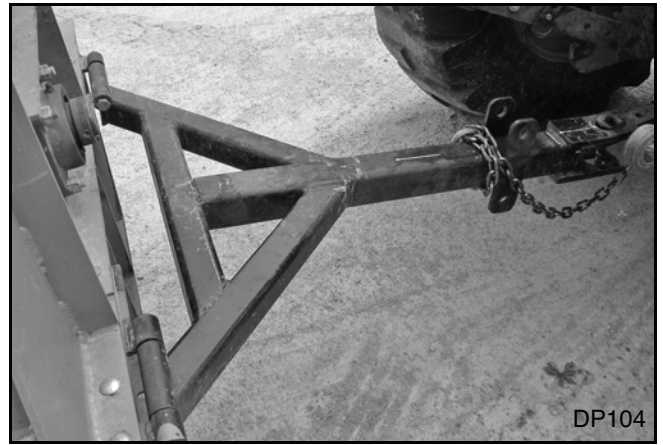

Figura 21. Reboque de extremidade - Barra de tração
3. Mova o trator da posição de operação para a posição de reboque de extremidade. Enganche o engate na barra de tração. (Consulte a Figura 21).